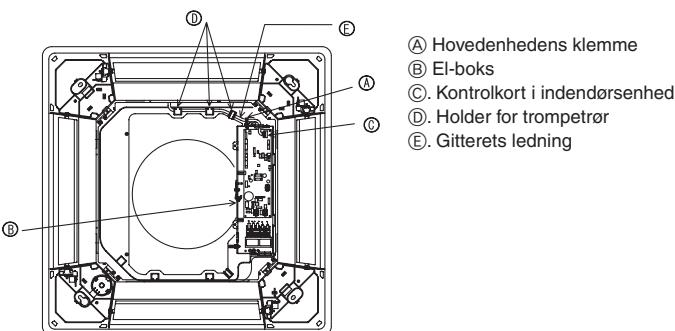

Fig. 9-8
9.4.4. Ledningstilslutning (Fig. 9-8)